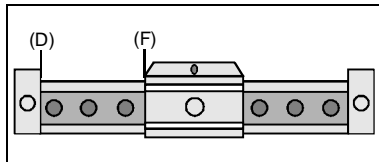

Bild 6/Fig. 6
1. Entfernen Sie die nächstliegenden Abdeckkappen bezogen auf die Läuferkante (F) (siehe Bild 6).
1. remove the nearest cover caps in relation to the slide edge (F) (see Fig. 6).